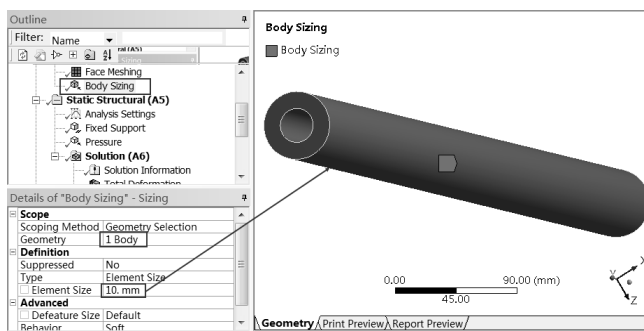

图 14-16 设置体网格（2）
Step4 :如图 14-16 所示 ,在出现的 Details of Sizing 面板中做如下设置。